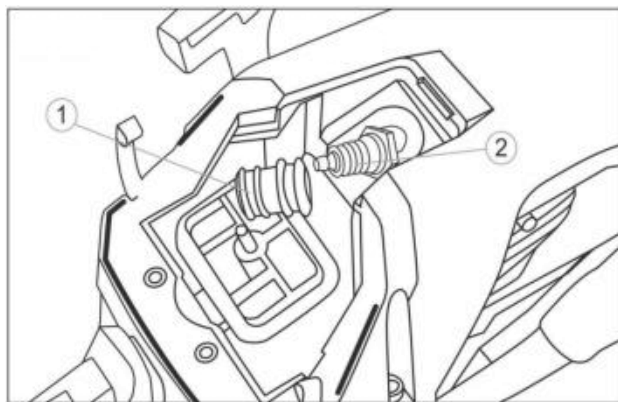

Fig. 26
3. Scollegare il cavo dell'alta tensione dalla candela 1 (Fig. 26).